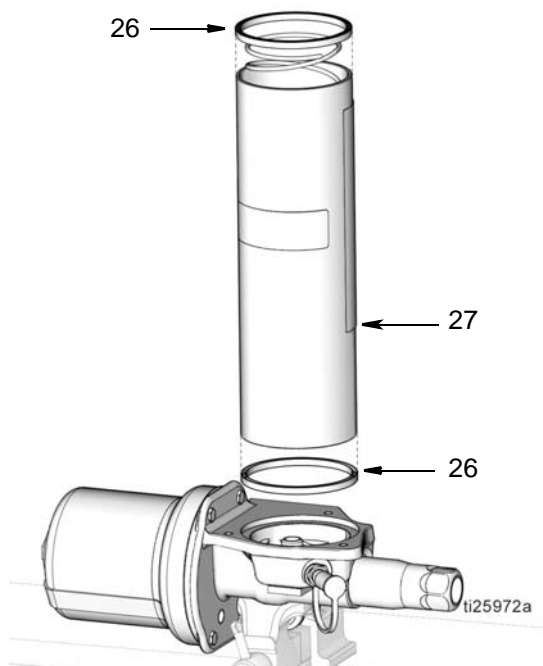

Рис. 56
11. Установите прокладки резервуара (26) на верхнюю и нижнюю части резервуара (27), как показано на Рис. 56.